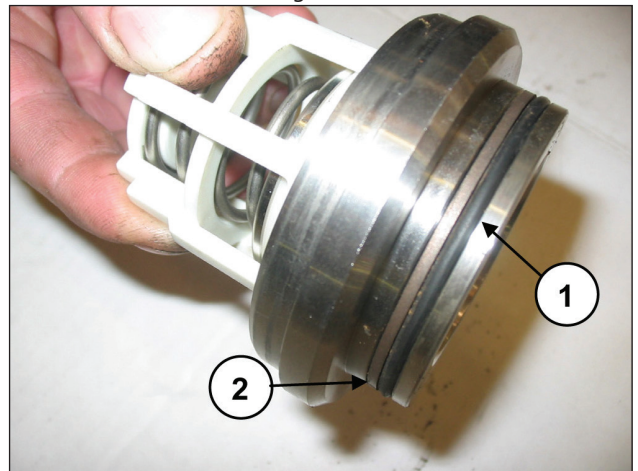

Fig. 106
Monte o O-ring, pos. de explosão nº 5 (pos. ①, Fig. 106) e o anel anti-extrusão, pos. de explosão nº 15 (pos. ②, Fig. 106) na base da válvula de descarga.